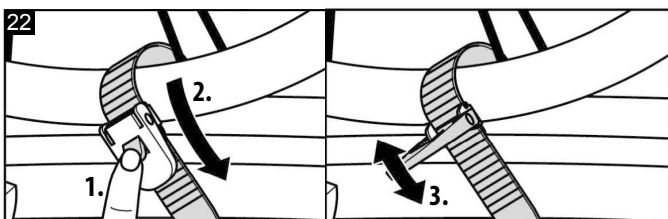

Bild 22: Spanngurt Felge
Legen Sie die Spannrriemen der Radhalterungen um die Felge des Rades (1) und stecken Sie den Spannrriemen in dem Verschluss. Ziehen Sie mit dem Hebel (2) den Spannrriemen fest, *Bild 22*.